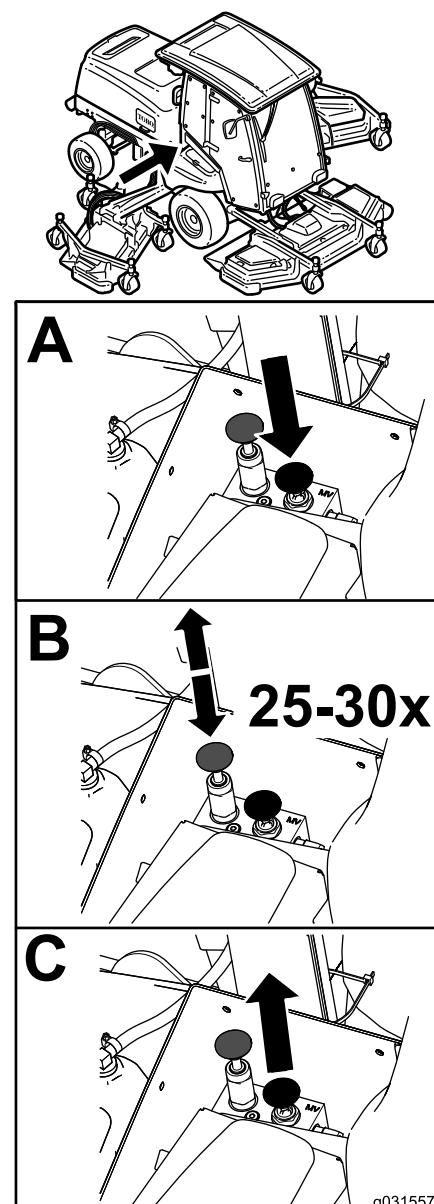

Bild 59
1. Sicherheitsventile (2)
4. Lösen Sie die automatische Feststellbremse manuell mit dem Sicherheitsventil und dem Kolben, wie in Bild 59 abgebildet.